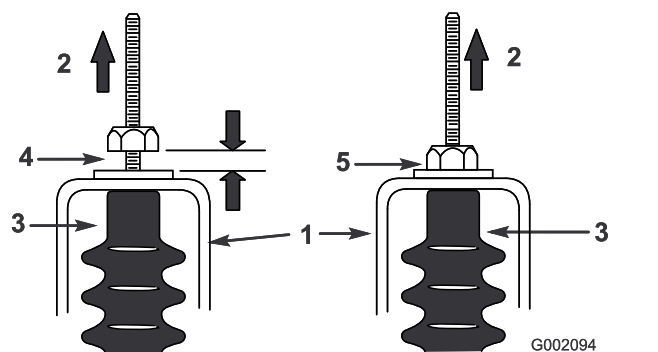

Рисунок 60
- Потяните вверх каждый трос переключения передач, чтобы убедиться в наличии зазора от 0,76 до 1,52 мм между гайкой/шайбой и кронштейном нейтрали (Рисунок 60).